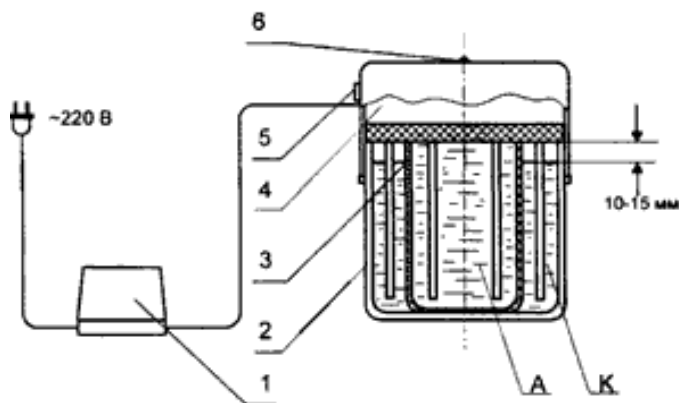

Рисунок 2.1 – Загальний вигляд електроактиватора АП-1
1. Електроактиватор АП-1 складається з чотирьох основних частин (рисунок 2.1):
- блоку живлення (1);
- основної ємності (2);
- керамічного стакана, що вставляється в основну ємність (3);
- верхньої кришки з електродами, що знімається (4).
2. Блок живлення (1) представляє собою імпульсне джерело постійного струму з захистом від перевантаження по первинним та вторинним ланцюгах, також на блоці живлення є тримач плавкої вставки (5).
3. Основна ємність (2) виготовлена з харчової пластмаси. У процесі електролізу в ній утворюється католіт – «жива» вода.
4. Керамічний стакан (3) виконує функцію діафрагми між катодом і анодом. У ньому утворюється аноліт – «мертва» вода.
5. У нижній частині кришки (4) на основі з ізоляційного матеріалу встановлені електроди – два анода зі спеціальним хімічно стійким покриттям (чорні) і два катода з харчової нержавіючої сталі (світлі). Електроди в процесі експлуатації, завдяки використанню спеціальних матеріалів, не піддаються електрохімічному руйнуванню.
6. На бічній поверхні знімною верхньої кришки електроактиватора встановлений стрілочний індикатор струму електроактивації (7), а на верхній поверхні – світловий індикатор (6) наявності напруги на електродах.